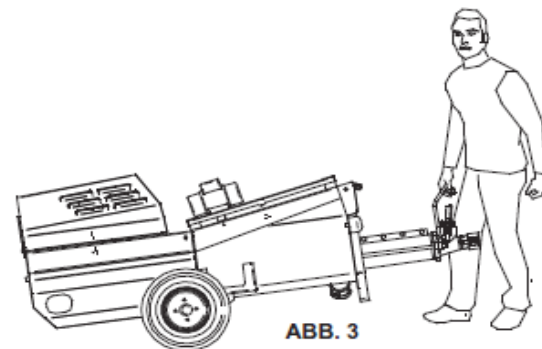

ABB. 3
8. TRANSPORT (Abb. 3), ANHEBEN (Abb. 4), SCHLEPPEN (Sonderausstattung Abb. 5)
! - **Achtung!** Die Maschine darf ausschließlich anhand der in Abb. 3 gezeigten Hubpunkte angehoben werden.